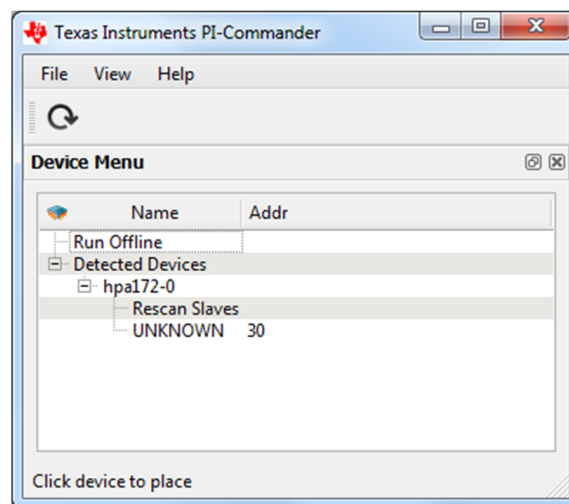

图 4. PI Commander 器件菜单窗口
启动德州仪器 (TI) PI Commander -TPS23861 从 Microsoft® Windows® 开始菜单中选中 TPS23861。程序启动并且扫描器件时弹出一个命令窗口 (请注意 *正在扫描器件*。。。消息在扫描完成前显示窗口页脚位置上。一旦扫描完成，单击 *UNKNOWN 30* 器件 (图 4)。